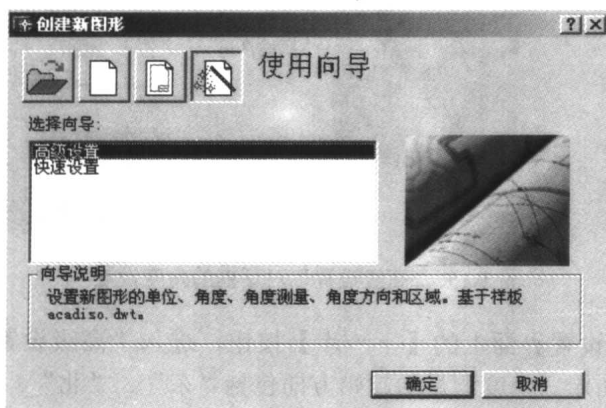

图 1-13 “使用向导”选项卡
2) 单击“创建新图形”对话框中的使用向导按钮，将弹出“使用向导”选项卡，如图 1-13 所示。